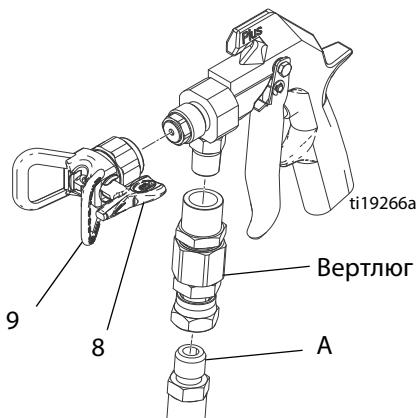

Рис. 2
- Подсоедините шланг подачи жидкости (A) ко впускному отверстию пистолета. При необходимости используйте вертлюг высокого давления 207946 (заказывается отдельно). См. рис. 2.
- Запустите насос при извлеченном наконечнике SwitchTip (8) и снятой защитной насадке наконечника (9). Промойте насос в соответствии с прилагаемыми к нему инструкциями. Работайте при максимально низком давлении.
- Установите наконечник SwitchTip (8) и защитную насадку наконечника (9). См. Рис. 2.